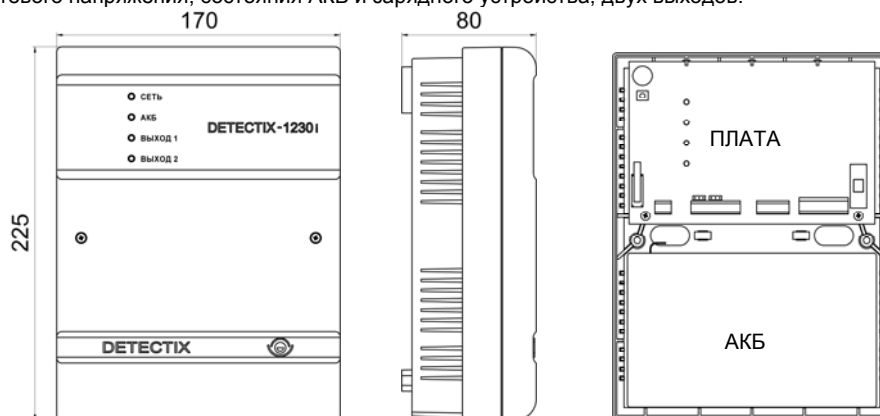

Рисунок 1
4.1 Источник состоит из пластмассового корпуса с установленной внутри платой и АКБ (рисунок 1). На плате находятся преобразователь напряжения питания, схемы: защит, индикации, заряда и контроля АКБ, а также предохранитель, клеммы подключения, звуковой сигнализатор, датчика вскрытия. На передней панели корпуса расположены индикаторы: сетевого напряжения, состояния АКБ и зарядного устройства, двух выходов.